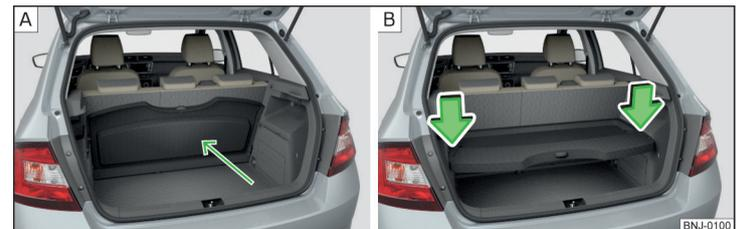

Abb. 87 Gepäckraumabdeckung: hinter den Rücksitzen / in der unteren Position verstaut
Die ausgebaute Abdeckung kann in zwei Positionen verstaut werden » Abb. 87 auf Seite 89.
Die Gepäckraumabdeckung kann in den folgenden Positionen verstaut werden » Abb. 87
- Auf die Oberseite der Abdeckung in Pfeilrichtung drücken » Abb. 87 - **B**.